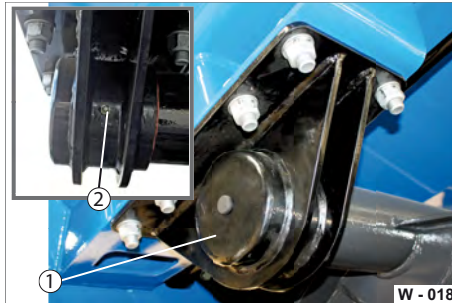

Abb. 18 Schmierstelle Mulden-Lagerung
- ▶ Fetten Sie die Mulden-Lagerung (Abb. 18/1) am Schmiernippel (Abb. 18/2), bis zum Fettaustritt, ab.